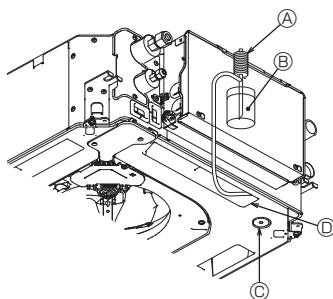

Fig. 8-6
8.4. Verificação da drenagem (Fig. 8-6)